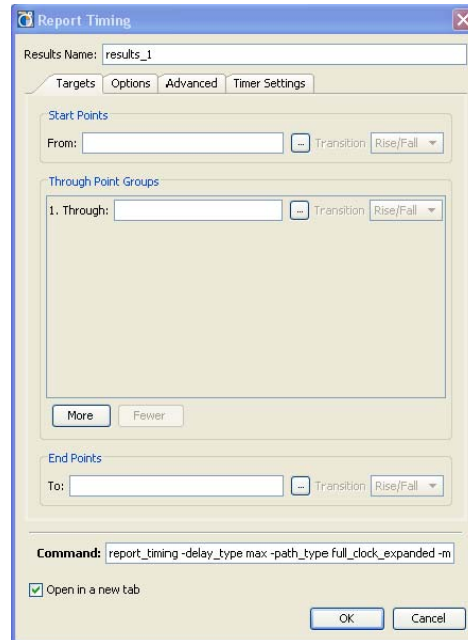

図 7-17: [Report Timing] ダイアログ ボックス
2. タイミング レポートをカスタマイズできる 195 ページの図 7-17 に示すような [Report Timing] ダイアログ ボックスが開きます。